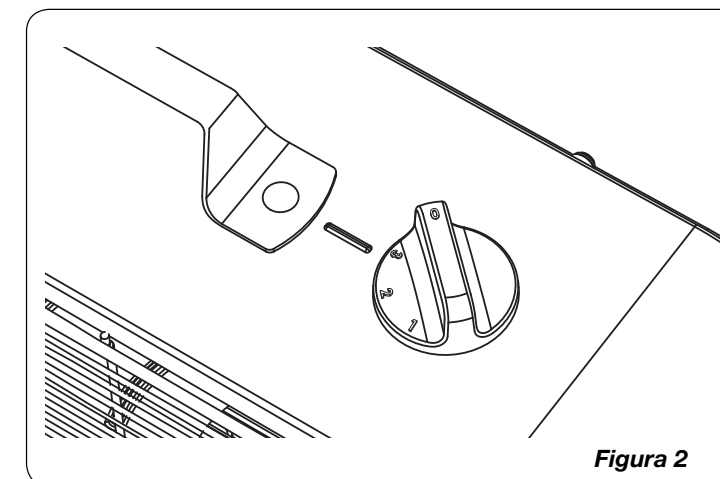

Figura 2
5. Encienda el Ventilador seleccionando la velocidad deseada con la situada al costado del Ventilador (Figura 2).